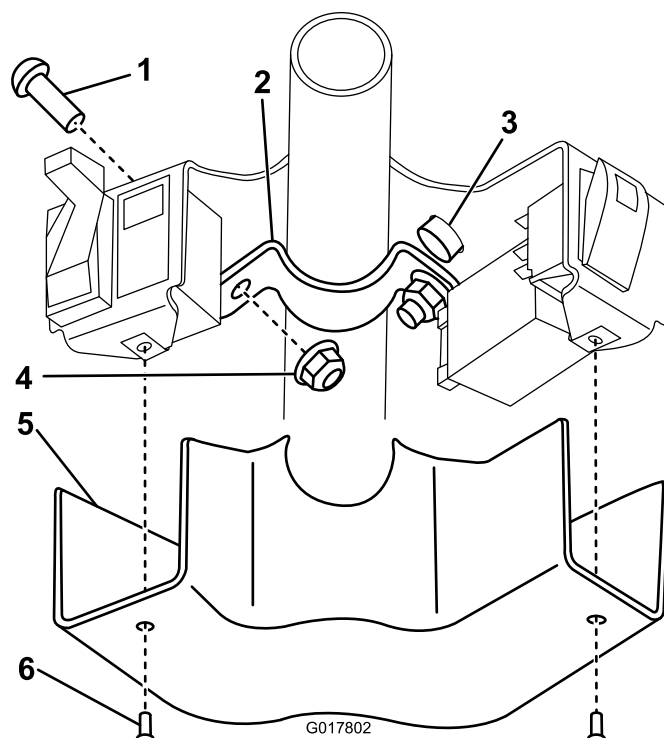

Figura 10
5. Inserte el tapón en el orificio de la parte superior del soporte de la columna (Figura 10).
6. Instale el conjunto en la columna de dirección con la abrazadera del soporte, 2 tornillos de cuello cuadrado y 2 tuercas con arandela prensada (Figura 10).
8. Instale la tapa de la columna con los otros 2 tornillos (n° 10-24 x 1/2 pulgada) (Figura 10).